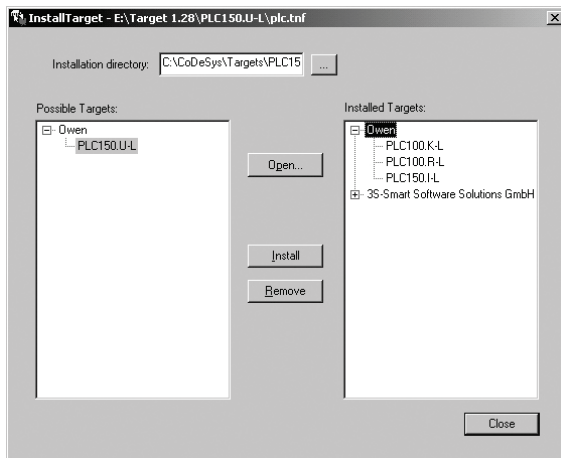

Рисунок 4.1 – Окно «InstallTarget» утилиты InstallTarget
- 1) В открывшемся при запуске утилиты **InstallTarget** окне (см. рисунок 4.1) – нажать кнопку Open и указать путь доступа к устанавливаемому Target-файлу (имеющему расширение ***.tnf**, Target Information File). Target-файлы контроллеров ОВЕН ПЛК100 могут быть скачаны с сайта **owen.ua**. При скачивании с сайта папку с Target-файлами надо разархивировать и сохранить на жестком диске ПК.